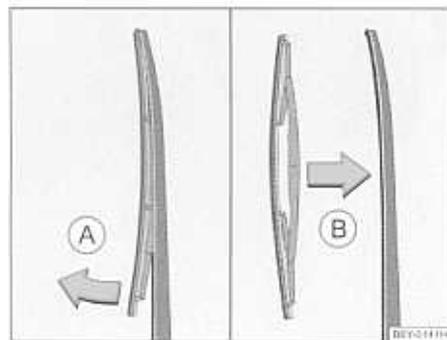

Fig. 41 Escobilla del limpiavientos
- Aparte el brazo de la escobilla, abatiéndolo → fig. 41.
- Con la segunda mano, sujete la escobilla por el centro y retírela en el sentido de la flecha (A).